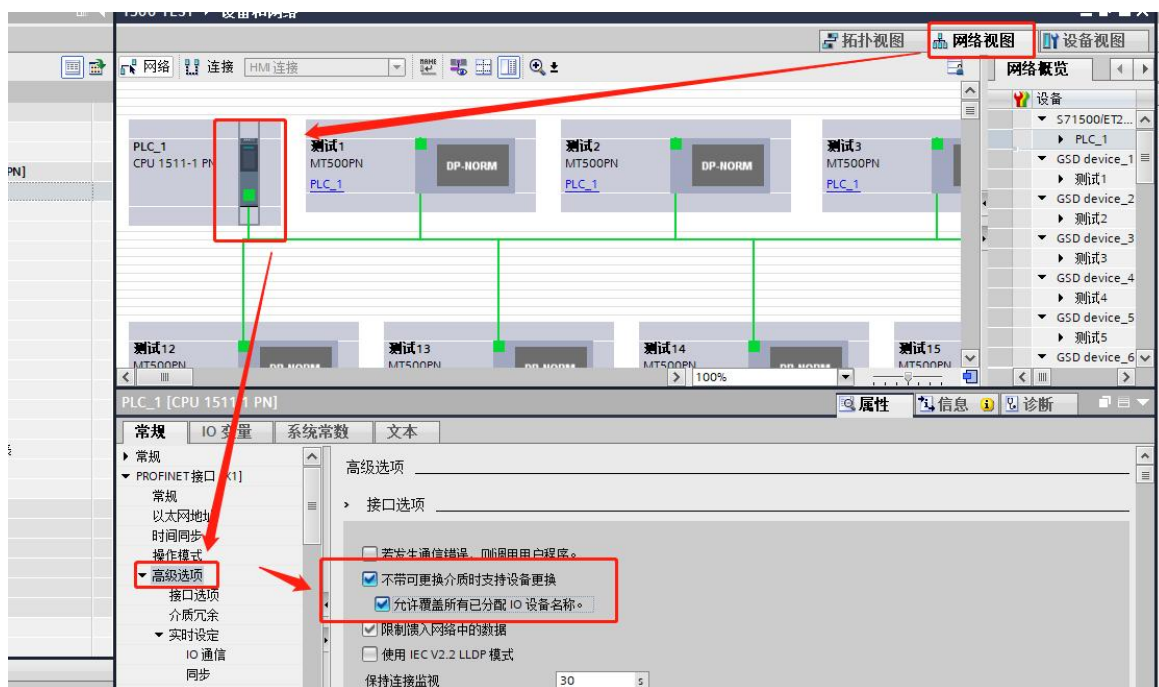

图 32 设备更换设置
(1)如图 32 所示：切换网络视图，选择主站网络接口，在下方的“属性”->“常规”->“高级选项”中，勾选“不带可更换介质时支持设备更换”和“允许覆盖所有已分配 IO 设备名称”，若不勾选“允许覆盖所有已分配 IO 设备名称”，当替换的设备已经被分配了设备名称，无法再替换。